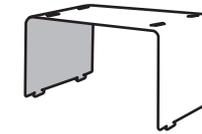

Abb. 2
- Regalelement 22: 1 Regalelement (Abb. 2)